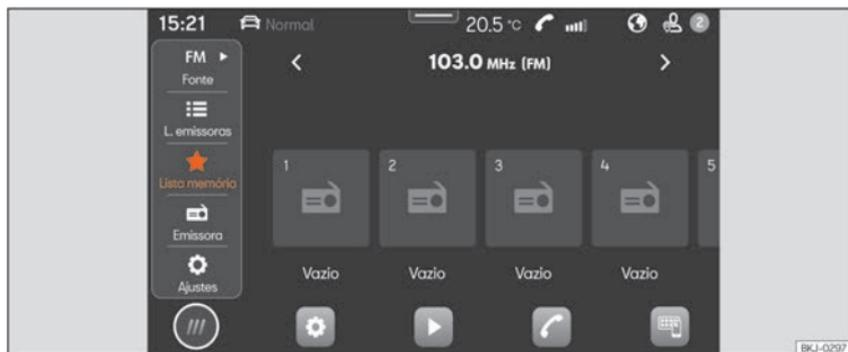

Fig. 130 Esquema: Vista Rádio
- Pressione **HOME** > >>> Fig. 130.